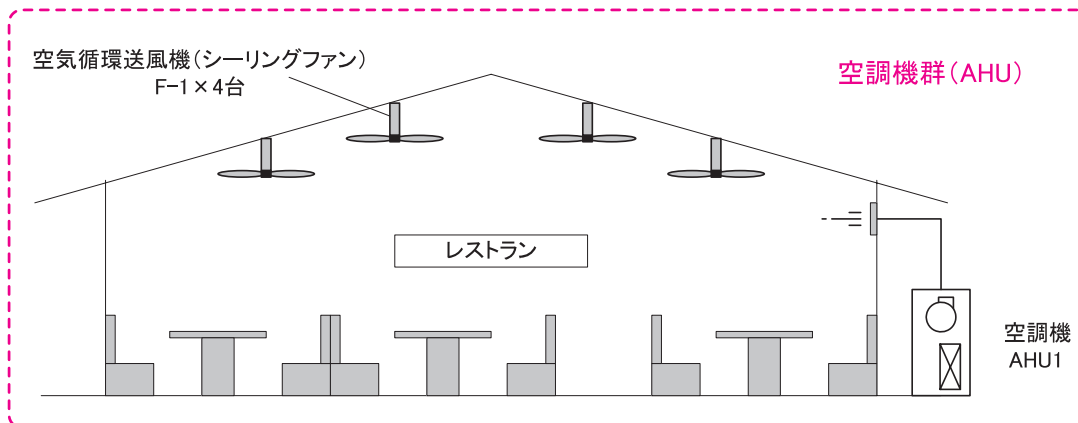

図 2-2-65 空調システム例 (11)
レストラン等で室内の温度分布の均一化を目的に空気循環用送風機が設置されている場合の入力例を示す。システムの概要を図 2-2-65「空調システム例 (11)」に示す。